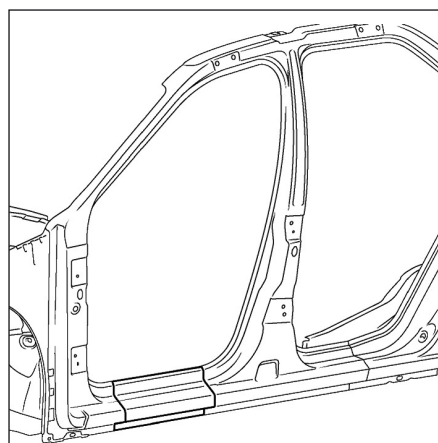

FIG.33
- partiel sous porte (Fig.33),